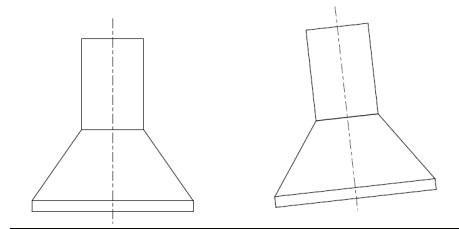

Rys. 3
2. Na ścianie za kuchenką lub płytą grzewczą zaznacz minimalną wymaganą wysokość montażową (**650 mm** w przypadku elektrycznej i **750 mm** w przypadku gazowej płyty grzewczej), (Rys. 3).